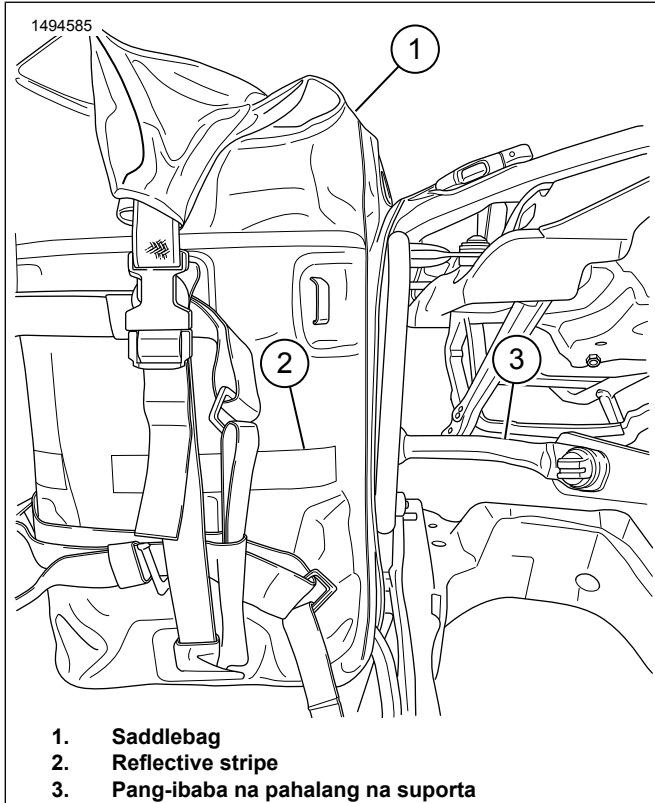

Figure 4. Ikabit ang Saddlebag
5. Figure 4 Ihanay ang reflective stripe (2) sa saddlebag sa pang-ibaba na pahalang na suporta (3). I-adjust ang mga strap kung kinakailangan.